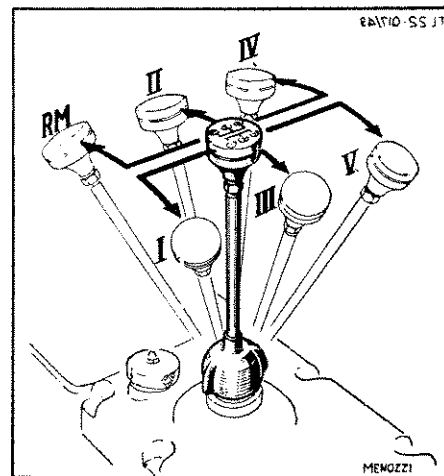

Fig. 18 - LEVA CAMBIO MARCE
- Premere a fondo il pedale della frizione 3) e innestare la leva del cambio 12) nella posizione di marcia voluta (v. fig. 18).